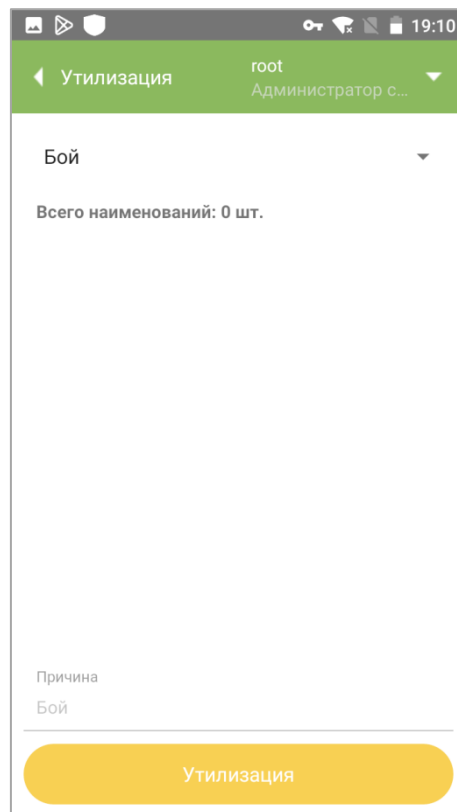

Рисунок 16.1
1. Нажать на иконку «Утилизация» в главном меню приложения. Откроется окно для сканирования кодов (Рисунок 16.1).